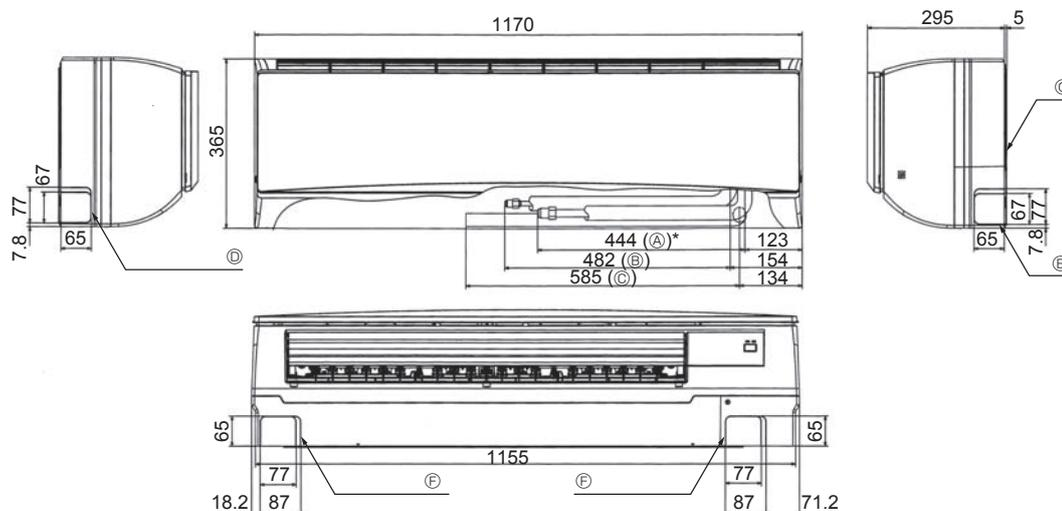
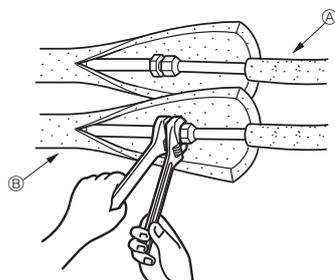

Fig. 4-2
Fig. 4-3
4.3. Positionering av köldmedels- och dräneringsrör (Fig. 4-2)
- Ⓖ Monteringspanel ①
4.4. Rörledningar för köldmedlet (Fig. 4-3)